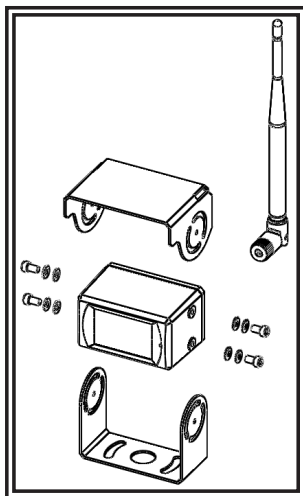

Figure 6
3. Installez la caméra et le pare-soleil sur le support en U comme illustré à la Figure 6.